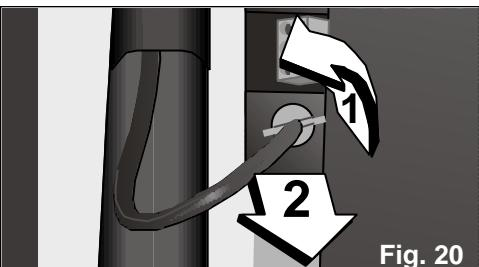

Fig. 20
- Demonteer de afvoerbuis van het gecondenseerde water door deze _slag naar links te draaien en trek hem naar buiten, **Fig. 20**. Wees vooral voorzichtig wanneer u de buis naar buiten trekt, want het is mogelijk dat een gedeelte van het water dat er in zit naar buiten vloeit.